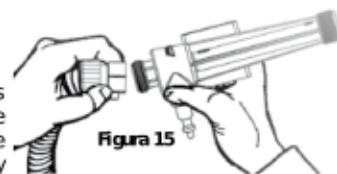

Figura 15
4. Apriete firmemente con la mano el conector de la manguera (Figura 15).